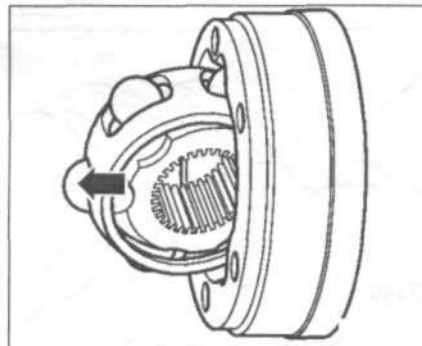

Рис. 9.34. Извлеките обойму шариков из ступицы (стрелка).
2. Извлеките обойму шариков из ступицы (стрелка) (рис. 9.34).